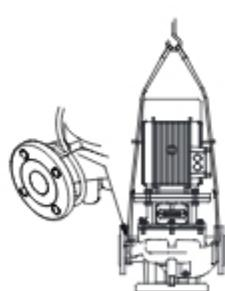

Fig. 2
② Насосы с подъемными проушинами следует поднимать с помощью нейлоновых ремней и скоб. Fig.2